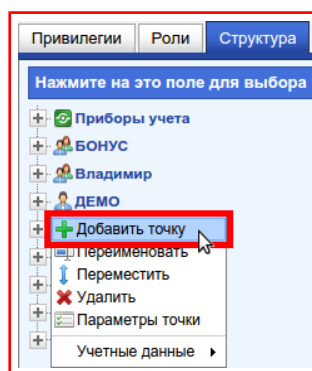

Рисунок 9.59 — Пункт «Добавить точку»
- 1) В появившемся меню выбрать пункт **«Добавить точку»**, рисунок 9.59.